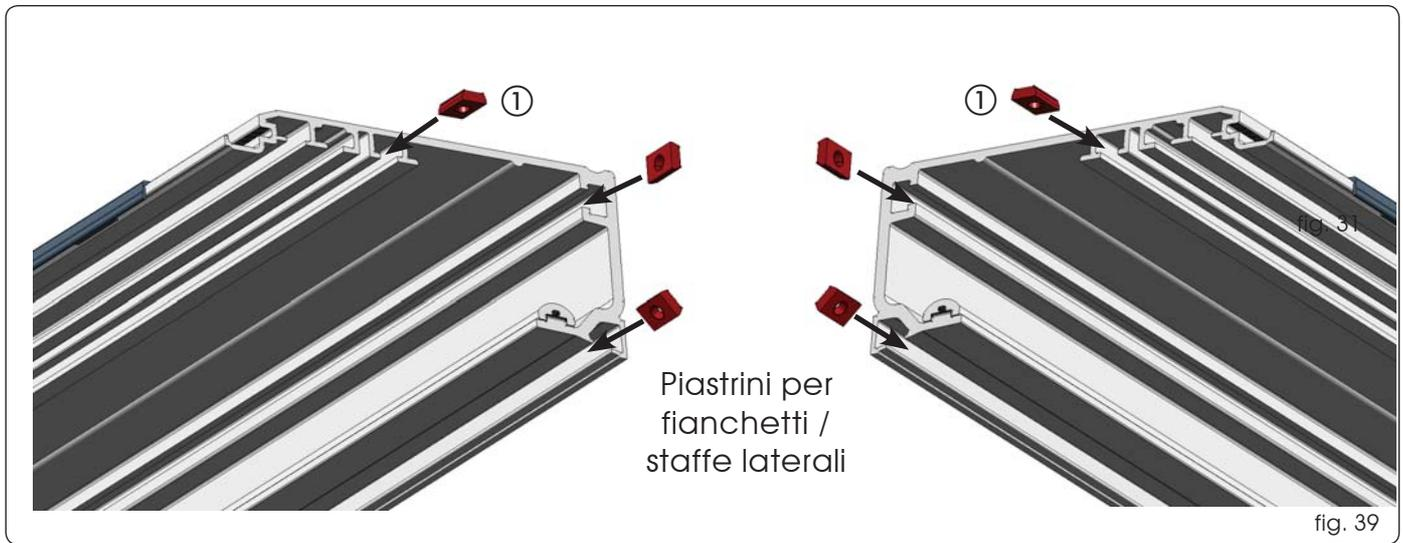

fig. 39
Pour le montage des côtés, disposer 7 plaquettes sur le profil de soutien pour le montage des côtés et de la patte centrale (pour les profils de plus de 3 mètres) (fig. 39).
Si l'on ne souhaite pas monter les côtés, monter 3 pattes de fixation du carter, deux pattes latérales et une patte centrale (pour les profils de plus de 3 mètres), en introduisant à la place des 3 plaquettes latérales une seule plaquette, d'après la fig. 39 réf. ①.